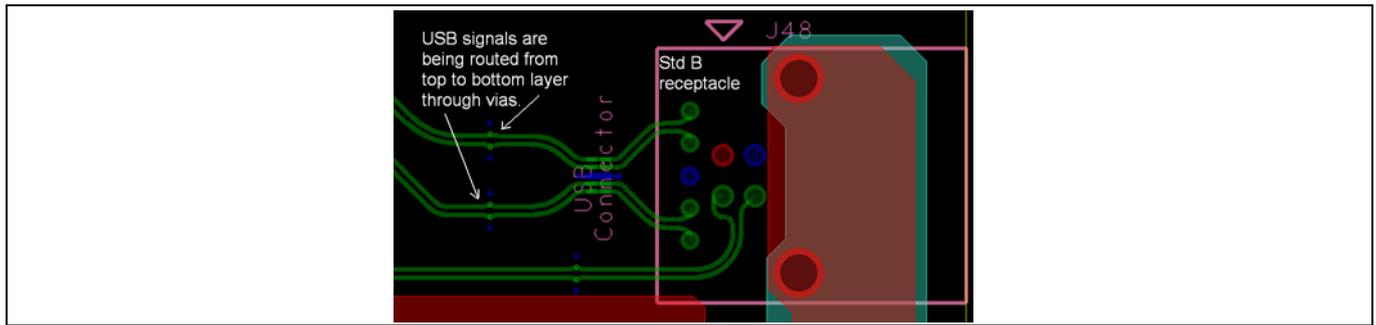
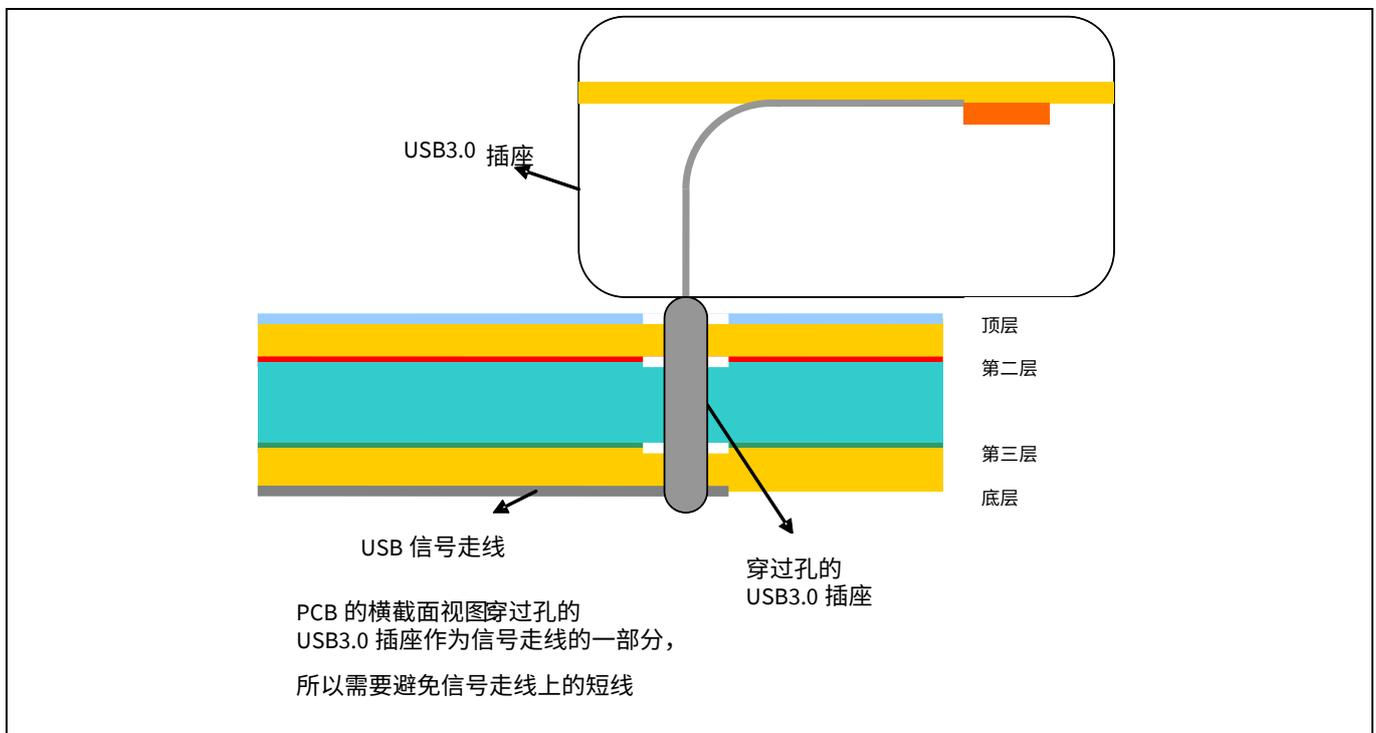
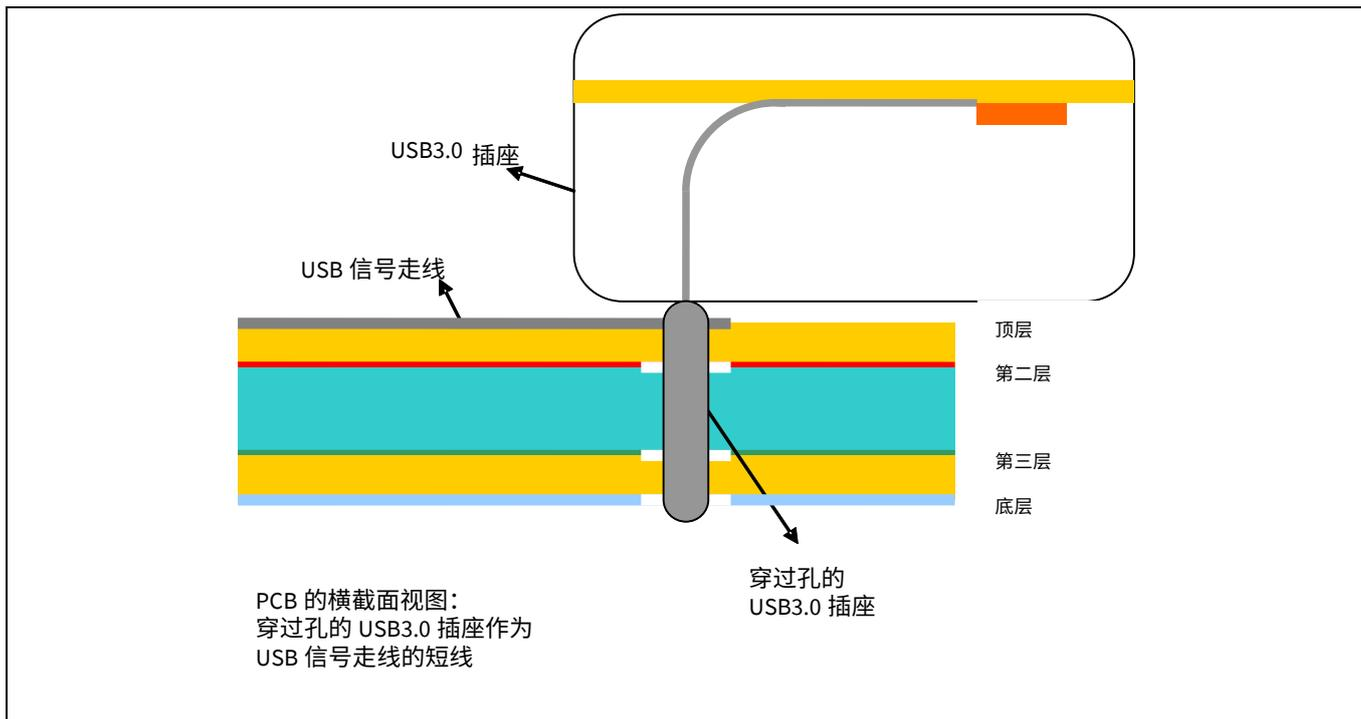

Figure 31 标准 B 插座的布局
Figure 32 USB 信号连接到标准类型 B USB 插座的对立层上 (推荐布局)
Figure 33 USB 信号连接到标准类型 B USB 插座的相同层上 (非推荐)
- 强烈建议在 (通过孔插座) 使用标准 B 插座时，将 USB 信号连接到插座引脚。这些引脚位于该插座位置的对立层，如 **Figure 30** 和 **Figure 31** 所示。例如，如果标准 B 插座位于顶层上，该信号线将连接到底层上的插座引脚。这样会防止 USB 插座引脚导致的不必要的短线。**Figure 32** 和 **Figure 33** 分别显示的是推荐布局和产生短线布局的框图。为了避免引入过孔，可以将 EZ-USB™ FX3 器件放置在标准 B 插座的对立层上。这时，USB 走线可完全布线在同一层上。